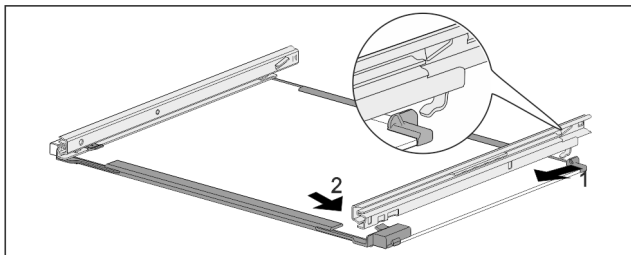

Fig. 151 Sklenená doska s kolajničkami
- ▶ Zaháknite kolajničku vzadu. Fig. 151 (1)
- ▶ Zaklapnite kolajničku vpredu. Fig. 151 (2)